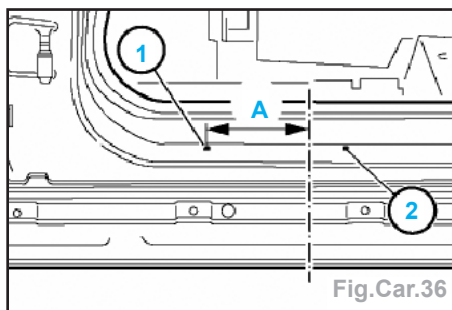

Fig.Car.36
- cote (A) = 50 mm par rapport au centre du trou du mécanisme de réglage en hauteur de la ceinture.
- Déterminer et tracer la ligne de coupe sur la doublure de longeron AV (Fig. Car.36) :
- cote (A) = 150 mm en partant du centre du trou.
- Cote (A) = 390 mm du support de charnière supérieur.
- cote (A) = 150 mm (Fig.Car.36),
- cote (A) = 50 mm du centre du trou de Ø 5,5 mm de la baguette de recouvrement de seuil,
- cote (B) = 165 mm du trou de Ø 9,2 mm destiné à l'habillage de la doublure de longeron.